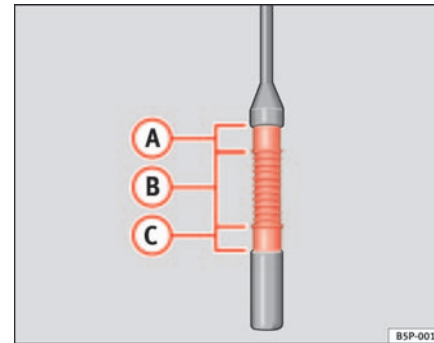

Abb. 127 Ölmesstab.
- Ziehen Sie den Ölmesstab wieder heraus und lesen Sie den Ölstand am unteren Ende des Ölmesstabes ab ⇒ **Abb. 127**.
Befindet sich der Ölstand im Bereich ⇒ **Abb. 127 (A)**, darf kein Öl nachgefüllt werden.